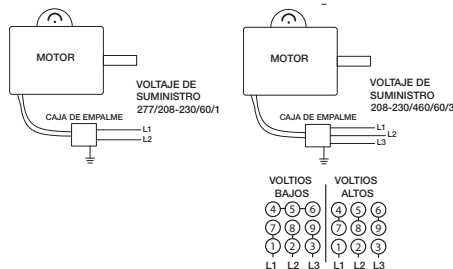

Figura 7 — Diagrama de Cableado Típico
2. Donde no se proporcione un enchufe, conecte la alimentación según NEC y todos los códigos locales. Consulte la Figura 7 para obtener los diagramas de cableado.